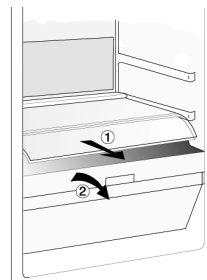

Fig. 2
2. Ta ut seksjonen (se Fig. 2)